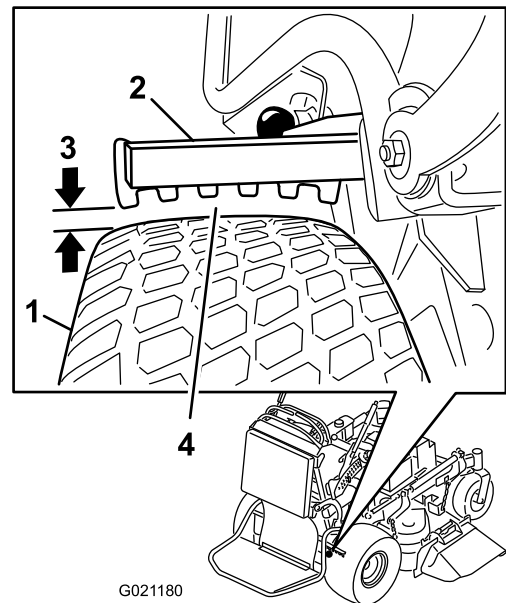

Figura 61
6. En el lado que tenga la distancia más pequeña, asegúrese de que la distancia es de 3 a 6 mm (Figura 61). Consulte Ajuste de los frenos (página 47) si es necesario efectuar un ajuste.
5. Ajuste la horquilla. La distancia entre la barra de freno y el neumático debe ser de 3 a 6 mm. Para apretar el freno, gire la horquilla hacia arriba. Para aflojar el freno, gire la horquilla hacia abajo (Figura 61).